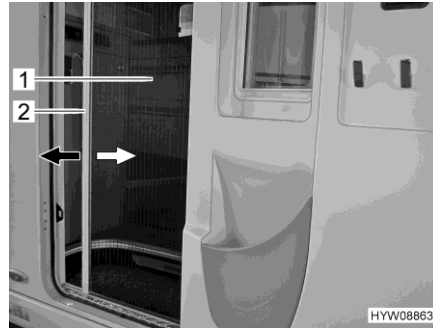

Fig. 35 Protección contra insectos (puerta del habitáculo)
- Agarrar el agarradero (Fig. 35,2) con ambas manos y extraer la protección contra insectos (Fig. 35,1) uniformemente del alojamiento de puerta.
- Agarrar el agarradero (Fig. 35,2) con ambas manos e introducir la protección contra insectos (Fig. 35,1) en el alojamiento de puerta presionando ligeramente.